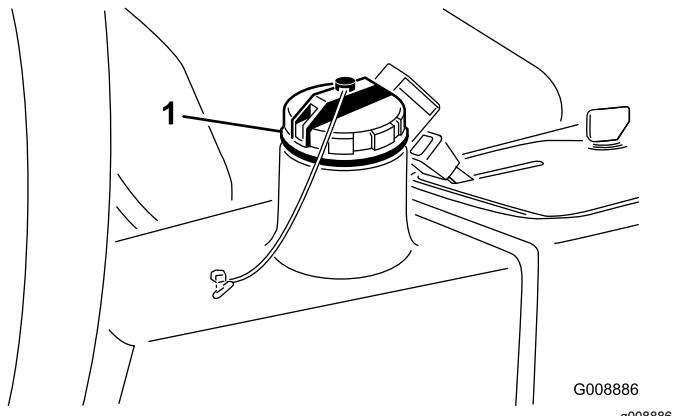

Figura 76
- Pulite attorno al collo del bocchettone e del tappo del serbatoio idraulico (Figura 76).